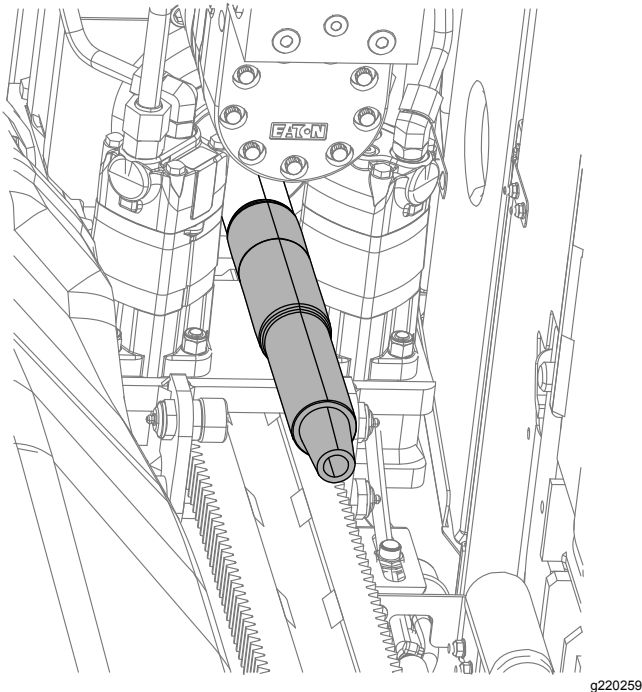

Figura 118
- B. Coloque un recipiente debajo del husillo de perforación para el anticongelante sobrante (Figura 118).
- D. Cuando salga anticongelante del husillo de perforación (Figura 118), apague la bomba.